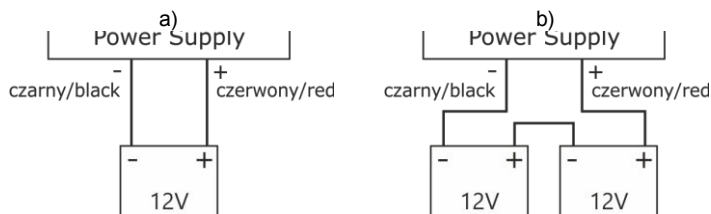

Fig. 4 Raccordement des batteries en fonction de la version de tension de l'alimentation :
6. Montez la batterie dans le compartiment de la batterie du boîtier. Connectez les batteries à l'unité d'alimentation en veillant à respecter la polarité et le type de connexion (Fig.4) :